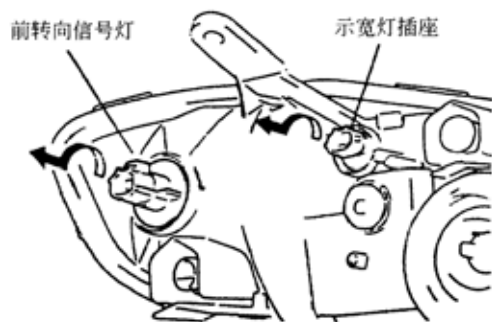

图 9-47
(1) 如图 9-47 所示，连同示宽灯插座一起，拆下示宽灯。